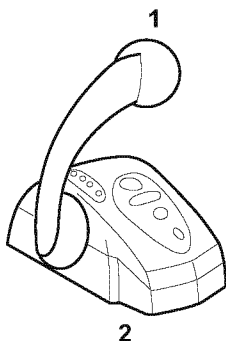

Figure 1
3. Réglez le levier de commande sur le dispositif de commande (2, **Figure 1**) à la position N (1, **Figure 1**) (point mort).